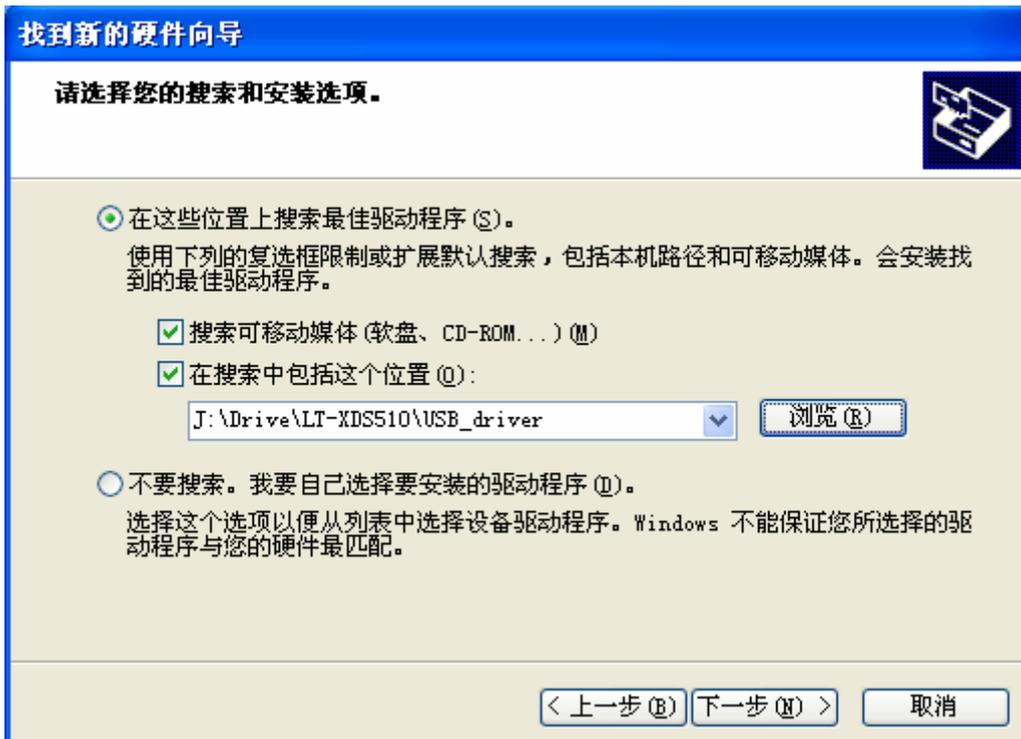

图 4
5. 将搜索路径指定为LT-XDS510USB仿真器驱动程序所在路径(CDROM下driver目录)，按“下一步”按钮，根据提示完成驱动程序安装。如图4所示。